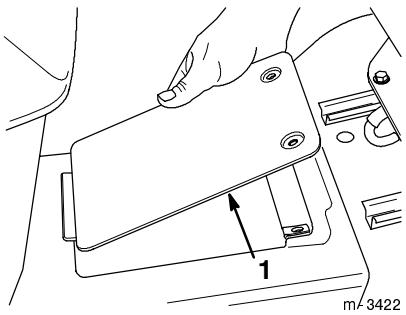

Abbildung 31
3. Die Antriebswellenabdeckung am Traktorkanal neben dem Sitz öffnen, indem die beiden Befestigungsschrauben gelöst werden. Dann die Abdeckung abheben (Abb. 31).